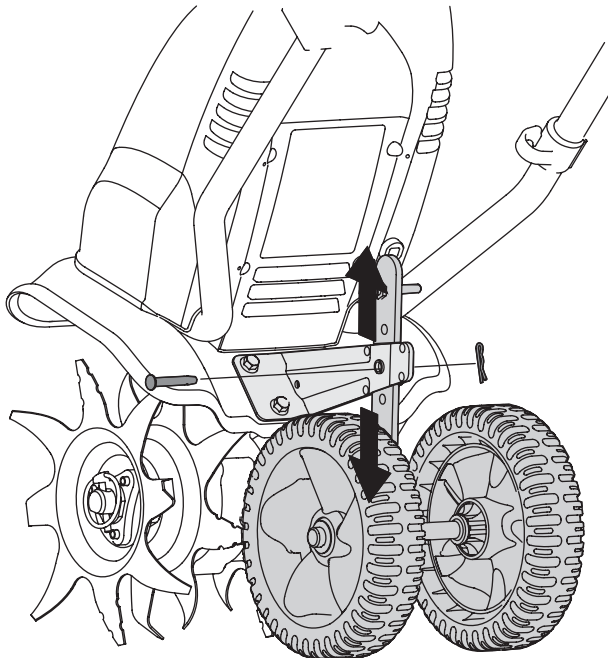

Fig. 8
1. Extraiga la chaveta de retén de la chaveta de horquilla y deslice la chaveta hasta extraerla de la ménsula de la pieza posterior (Fig. 8).